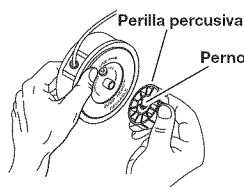

Fig. 14
1. Sostenga la bobina exterior con una mano y desenrosque la perilla percusiva en sentido contrario a las agujas del reloj (Fig. 14). Inspeccione el perno de adentro de la perilla percusiva para verificar que se mueva con libertad. Cambie la perilla percusiva si está dañada.